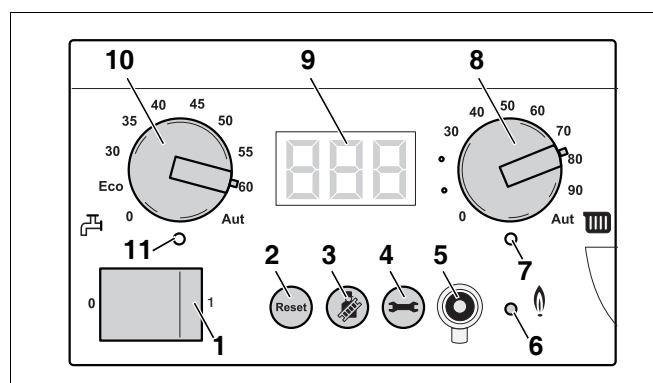

Fig. 87 Basiscontroller BC10
- Sluk for varmeanlægget på panelafbryderen til Basiscontroller Logamatic BC10 (fig. 87, pos. 1).
- Tænd for varmeanlægget på panelafbryderen til Basiscontroller Logamatic BC10 (fig. 87, pos. 1).
- Når LED "Brænder" lyser, (fig. 87, pos. 6) skal du vente et minut, til gaskedlen brænder på delbelastning.
- Tryk på "skorstensfejer"-tasten (fig. 87, pos. 3), og hold den nede (ca. 2 sekunder), indtil punktet nederst til højre på displayet (fig. 87, pos. 9) vises. Se endvidere tab. 9, "Røggastest", side 38.